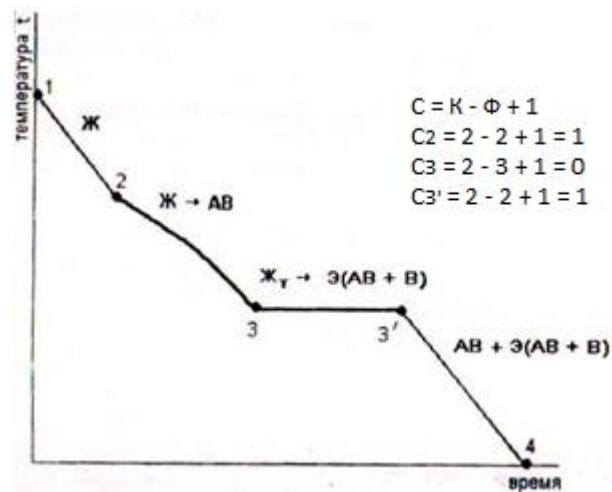

Рис. 14. Кривая охлаждения
4. Для сплава с содержанием 65 % **В** построить кривую охлаждения и указать происходящие при этом превращения (рис. 14).